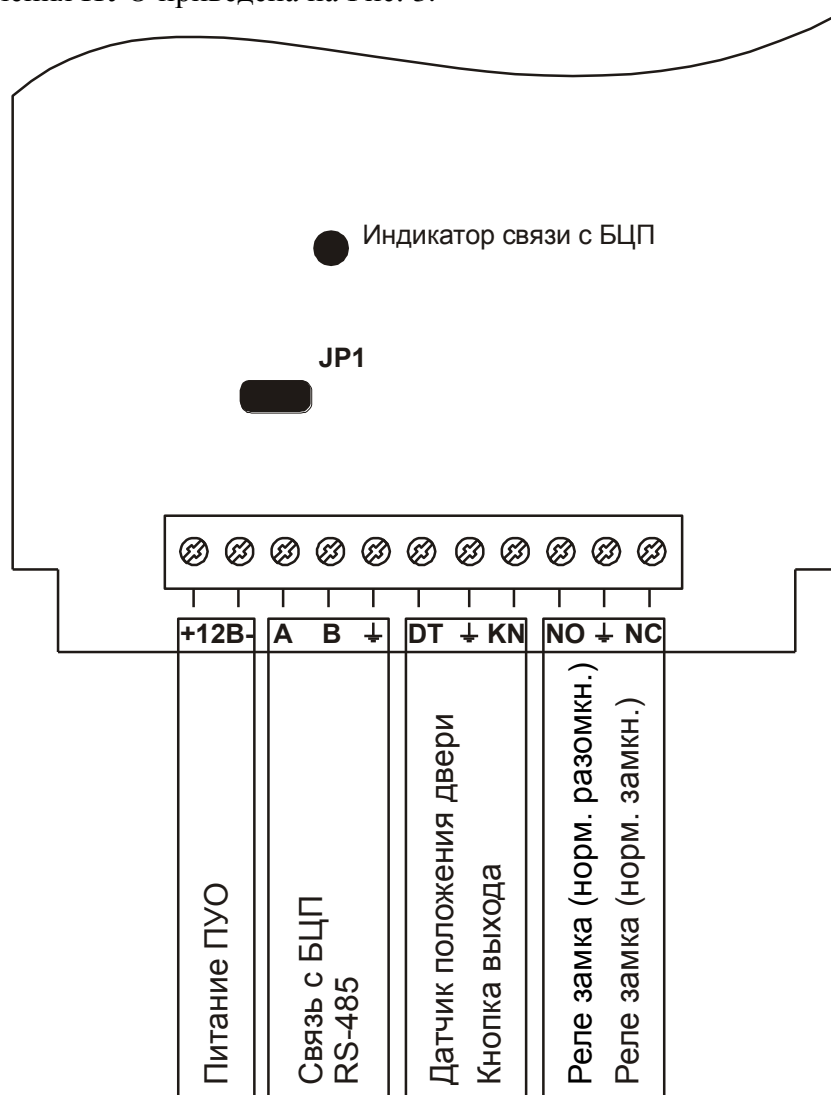

Рис. 3 Схема подключения ПУО
5.2 Схема подключения ПУО приведена на Рис. 3.
Если ПУО является последним устройством в линии RS-485, перемычку JP1 (Рис. 3) согласующего сопротивления необходимо замкнуть.
При правильном подключении и конфигурировании в сетевом режиме на плате ПУО должен мигать индикатор связи с БЦП (Рис. 3).